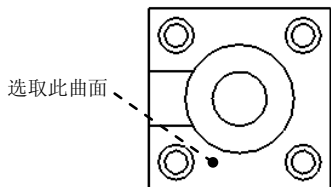

图 5.2.61 选取曲面
Step3. 此时系统弹出“选择”对话框, 并提示  为创建纵向标注拾取一个或多个曲面(彼此平行)。, 选取图 5.2.61 所示的曲面, 单击“选择”对话框中的 **确定** 按钮 (或单击中键)。